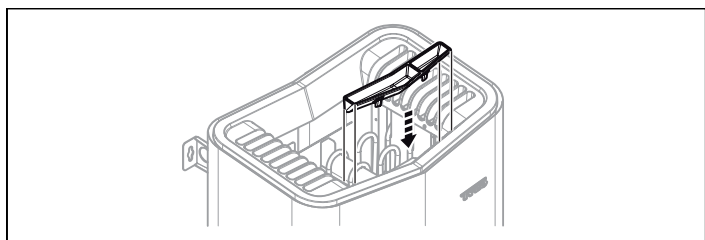

Рисунок 13: Установка держателя ароматизатора/увлажнителя воздуха
8. Установите чашу для трав/увлажнитель воздуха (см. Рис. 13).